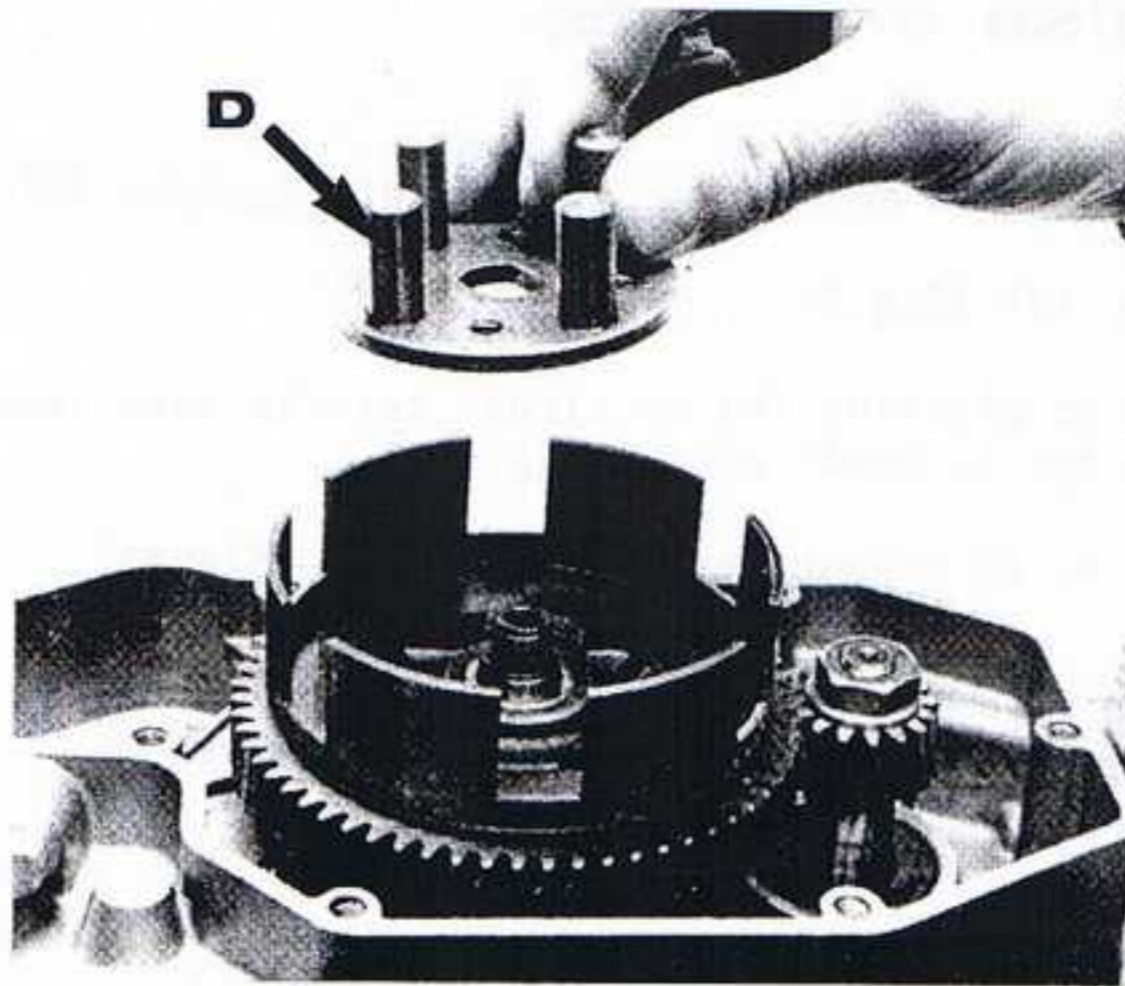

fig.12
- Enlever l'arrêtoir et le support de disques (D) (fig.12).